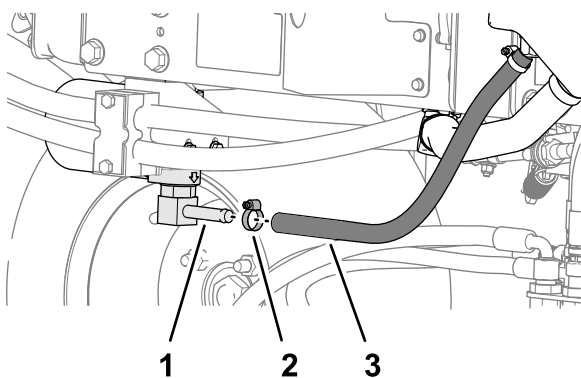
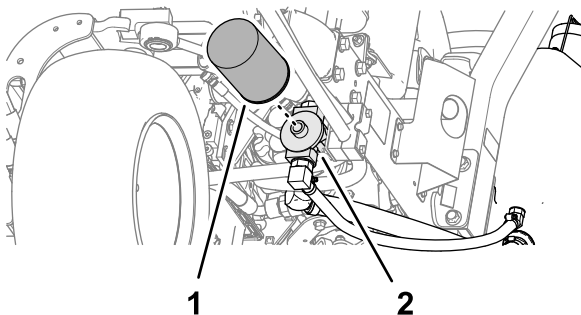

Figura 88
Figura 89
2. Scollegate il flessibile idraulico (Figura 88) o togliete il filtro idraulico (Figura 89) e lasciate defluire il fluido idraulico in una bacinella.